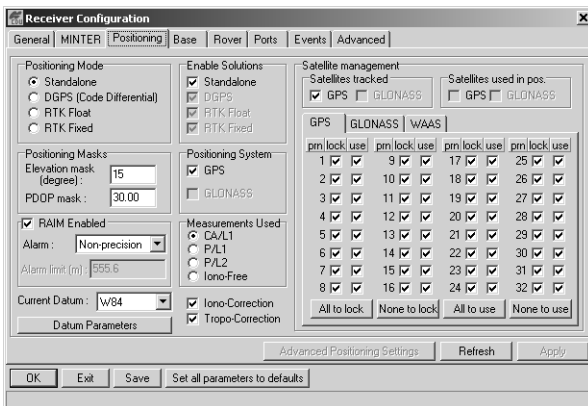

Figura 3-7. Configuración del Receptor – Pestaña Positioning
8. Seleccione la pestaña **Positioning** y defina el parámetro de la máscara de Elevación (Elevation mask) como 15 (Figura 3-7), después haga clic en **Apply**.
4. Seleccione la pestaña **Positioning** y defina el parámetro Position Masks, Elevation mask (degrees) (Máscaras de Posición, máscara de Elevación (grados) a 15 (Figura 3-7 en la página 3-13).